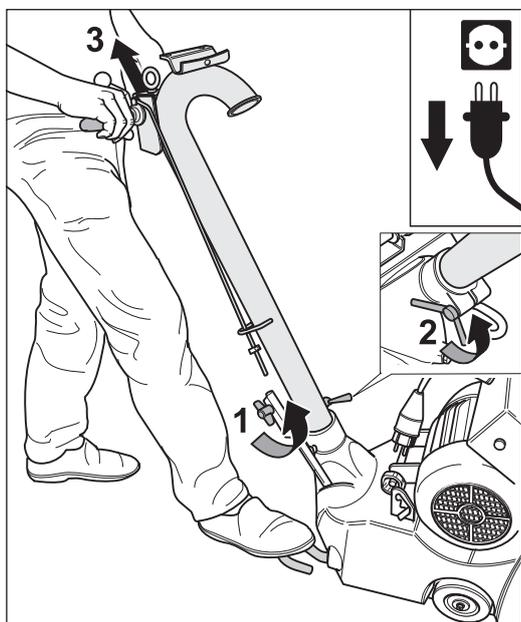

Fig. 17 Después de abrir el tornillo de mariposa y la tuerca de mariposa del varillaje puede retirarse el tubo guía de la carcasa de la máquina.
- 2 Abra el tornillo de mariposa y la tuerca de mariposa y extraiga el tubo guía fuera de la carcasa de la máquina (Fig. 17).